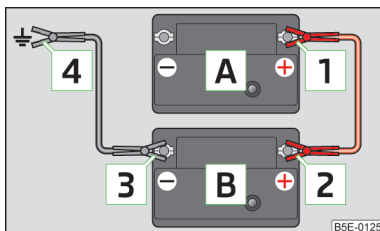

Abb. 146
- Die Klemme **1** am Pluspol der entladenen Batterie **A** > Abb. 146 befestigen.